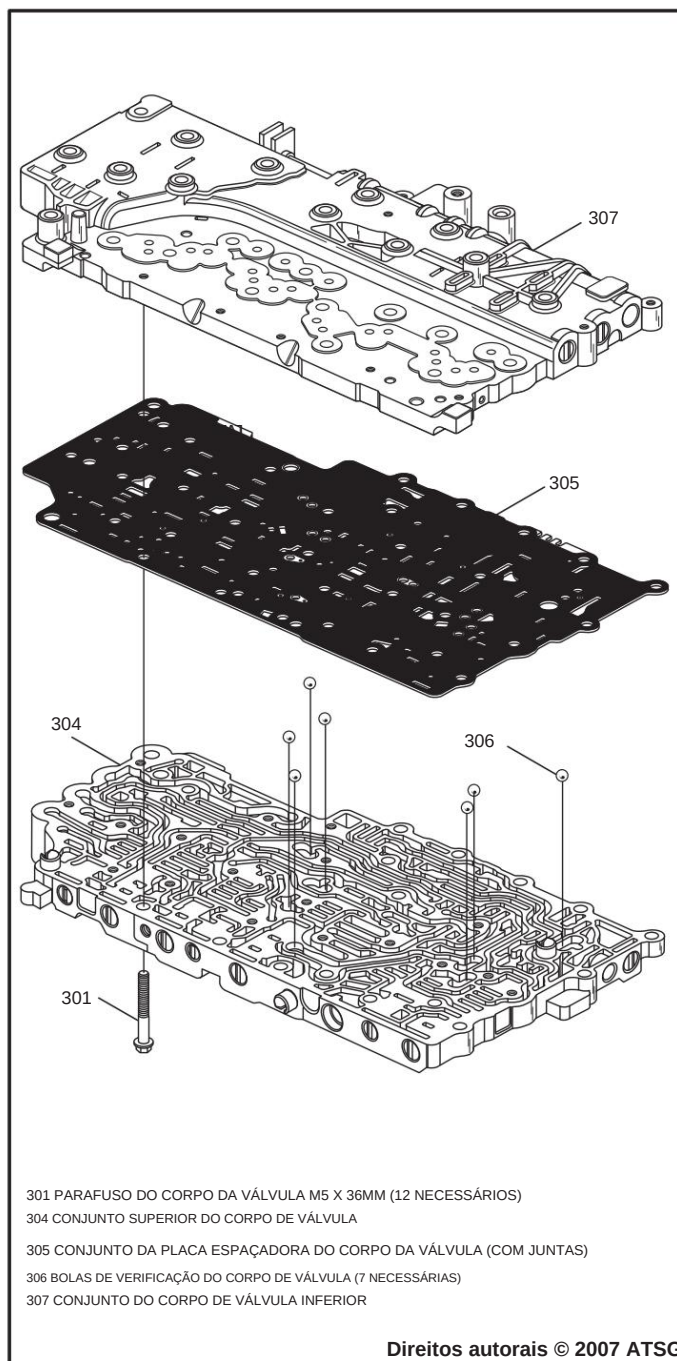

Figura 143
20. Instale uma **nova** placa espaçadora e conjunto de junta sobre os pinos de localização, conforme mostrado na Figura 143.
21. Instale o corpo inferior da válvula sobre a localização cavilhas e no topo da placa espaçadora, conforme mostrado na Figura 143.